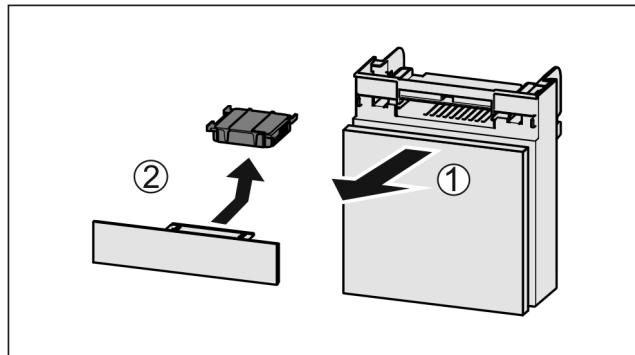

Fig. 136
- Вытянуть Fig. 136 (1) отделение движением вперед.
- Извлечь Fig. 136 (2) фильтра с активированным углем.